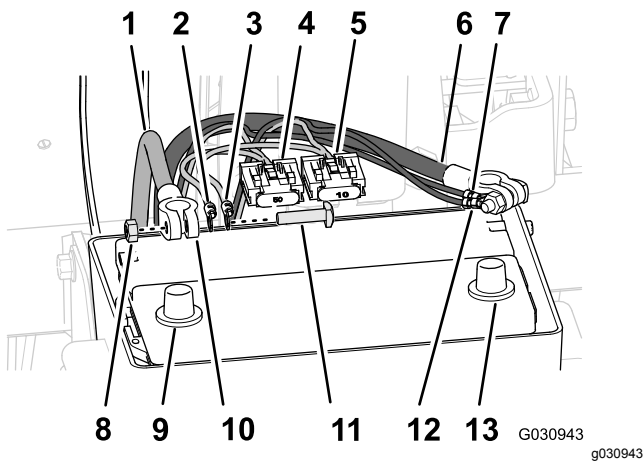

图 178
- 将后线束的正极端子红线、负极端子黑线和 50A 保险盒向上放置于电池盒与机器底盘之间图 178。
3. 从正极和负极电池接线的端子卸下 T 形螺栓和六角螺母(图 178)。
4. 将 T 形螺栓穿过后线束的正极端子红线、导航电气线束的正极端子以及正极电池接线的端子图 178。
5. 用六角螺母松松地固定端子和 T 形螺栓图 178。
6. 将 T 形螺栓穿过后线束的负极端子黑线、导航电气线束的负极端子以及负极电池接线的端子图 178。
7. 用六角螺母松松地固定端子和 T 形螺栓图 178。